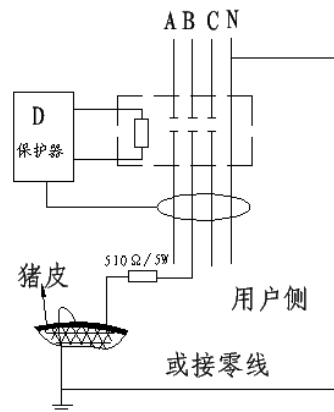

图 3 带皮的猪肉试验图
6.2、如有必要也可用一新鲜带皮的猪肉来进行试验，如图 3 所示。试验时，将保护器置于 500mA 或 800mA 动作电流档，分断时间置于 $<0.5s$ 或 $<0.2s$ 档，并开启保护器，将猪肉皮的一端用导线可靠接地或接保护装置互感器前端的零线，另外用试跳笔（或一个阻值为 510 欧姆功率大于 5 瓦的电阻），把试跳笔的线端夹子夹在（穿过互感器）开关的出线的相线上，把试跳笔的电流档加到 300mA，先将试跳笔对地，（接地必须良好）试跳笔上的指示灯亮，保护器不应动作；然后将试跳笔去触碰猪肉皮，保护器应动作，特波指示灯闪亮。